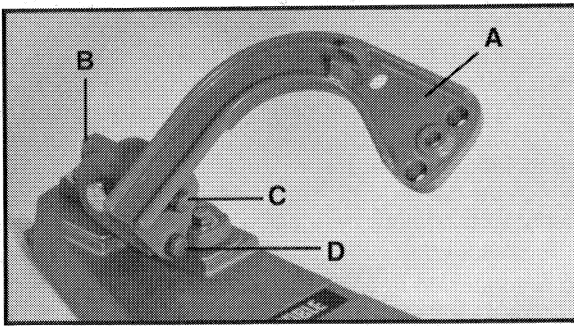

Fig. 3
3. Monter le bras (A), Fig. 3, sur le sous-ensemble de pivot (B) à l'aide de deux boulons de $\frac{3}{8}$ po – 16 x 1 $\frac{1}{2}$ po de long et des rondelles (C) et (D) de $\frac{3}{8}$ po dia. int. x $\frac{3}{4}$ po dia. ext. Faire pivoter le bras (A) de manière à ce que le trou oblong supérieur soit centré sur le boulon supérieur (C) et serrer fermement les boulons.